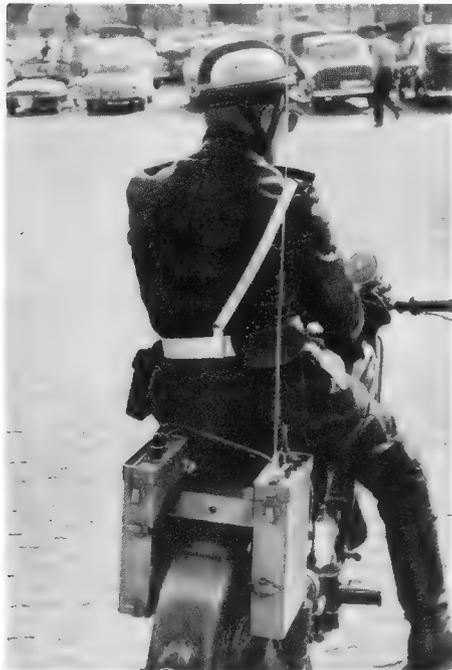

Bild 1. Telefunken-„Telemot“, eine kleine Funksprechanlage mit Mikrofon-Lautsprecher am Lenker für Motorräder
Die Transistor-Bestückung der Niederfrequenzstufen und der Stromversorgung ermöglichte den Bau einer sehr leistungsfähigen Weiterentwicklung des bekannten Telefunken-Teleport IV zum Motorradgerät „Telemot“. Es ist in drei Gruppen unterteilt: Sende/Empfangsgerät mit 4-W-Niederfrequenzverstärker (I), Stromversorgung mit Transistor-Gleichstromwandler und Bleiakkumulator 6 V/9 Ah sowie Mikrofon-Lautsprecher am Lenker des Motorrades. Die Sprechtaaste liegt am rechten Griff. — Das „Telemot“ arbeitet in den gleichen Bereichen wie das „Portofon“ und ist als 1-Kanalgerät bzw. bei entsprechender Quarzbestückung auch als 1...9-Kanal-Gerät ausgebildet. Die Hf-Leistung liegt zwischen 1,2 und 1,8 W, und der Kanalabstand wird mit 50 kHz genannt. Bild 1 zeigt die beiden Teile Sender/Empfänger und Stromversorgungsteil am Hinterrad sowie den Mikrofon-Lautsprecher am Lenker eines Polizei-Motorrades.